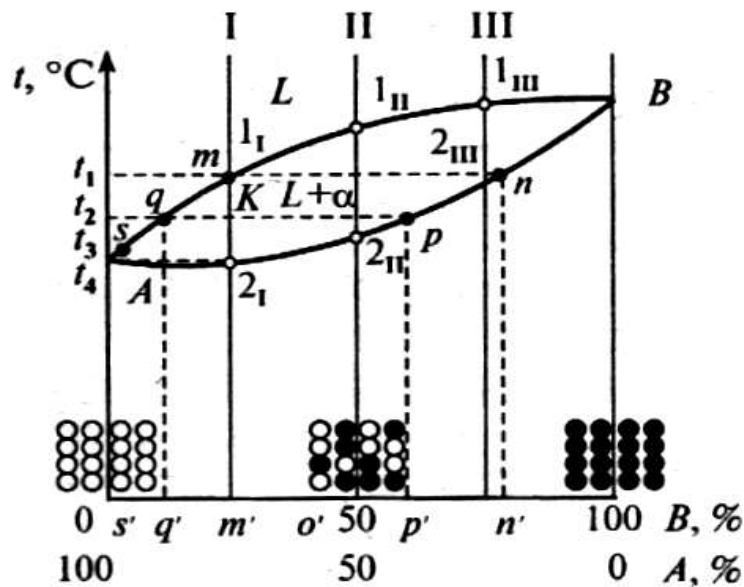

Рис. 2. Диаграмма состояния медь – никель (Cu – Ni) [4, С. 20]:
2) Оба компонента сплава (А (медь) и В (никель)) неограниченно растворимы в жидком (L) и твердом состоянии и не образуют химических соединений (рис. 2). Диаграмма имеет простой вид и показана на рис. 2, линия  $AmB$  — *ликвидус*,  $AnB$  — *солидус* [4, с. 20].